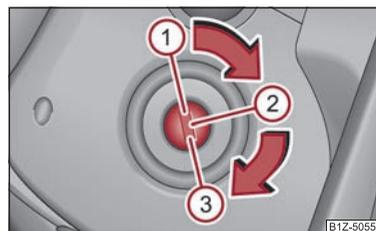

Fig. 111 Positions de l'antivol de direction
- Coupez le moteur en tournant la clé de contact sur la position ① ⇒ page 110, fig. 111.